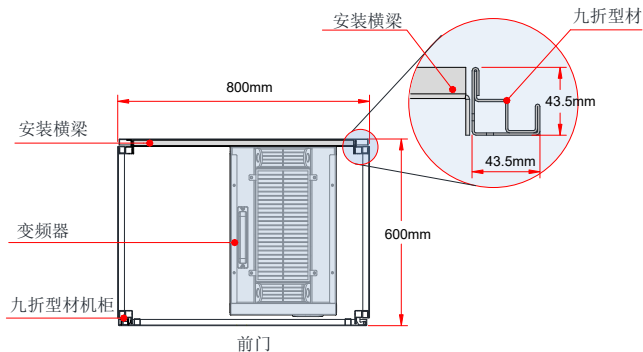

图 3-15 200kW ~ 400kW 机柜俯视示意图
- 1、建议机柜柜体采用九折型材机柜（PS 机柜），九折型材截面如放大图如图 3-15 所示；